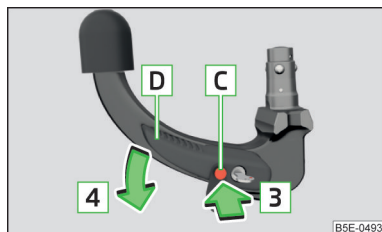

Fig. 176
- Apăsați înspre interior până la capăt bolțul de eliberare **C**, în sensul săgeții **3** și apăsați în același timp maneta de operare **D**, în sensul săgeții **4**, până la capăt » fig. 176.